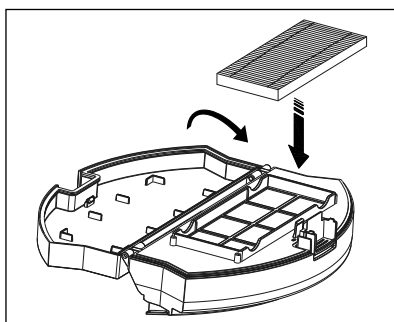

Fig. 13
- 8) Vuelva a colocar el filtro EPA **7** en el compartimento y cierre el depósito de polvo **16** (consulte la fig. 13).